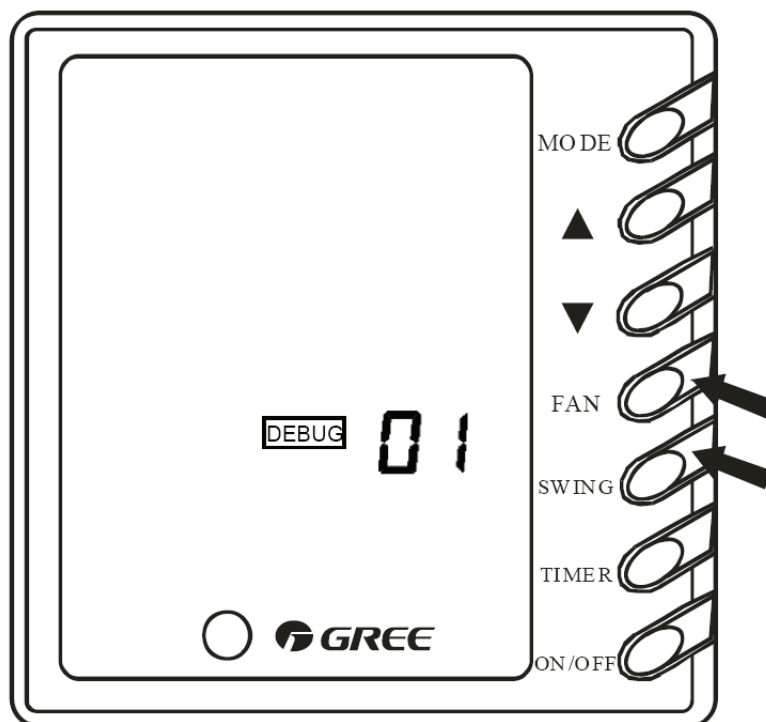

Fig 7
4.3.10 Givarinställning (Fig.7)